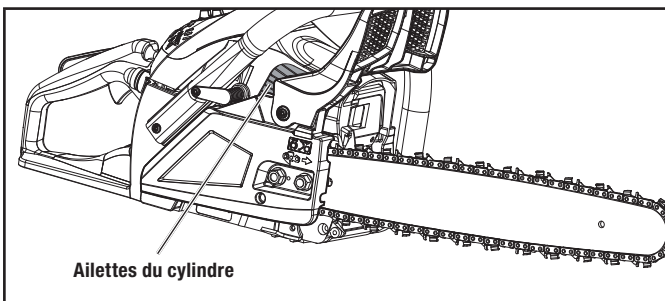

Figure 46
4. Utilisez de l'air comprimé, jusqu'à 40 PSI, pour retirer les débris des ailettes du cylindre (Fig. 46). Les ailettes doivent être nettoyées régulièrement pour réduire le risque de blessure ou les dommages à la scie à chaîne résultant d'un incendie. Portez toujours des lunettes de protection lorsque vous utilisez de l'air comprimé. N'utilisez pas d'eau ou d'autre liquide pour nettoyer les ailettes du cylindre. Utilisez une petite brosse métallique pour retirer les débris récalcitrants.